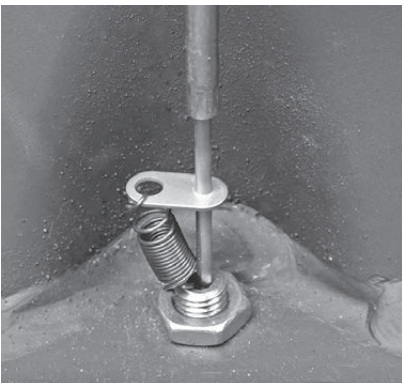
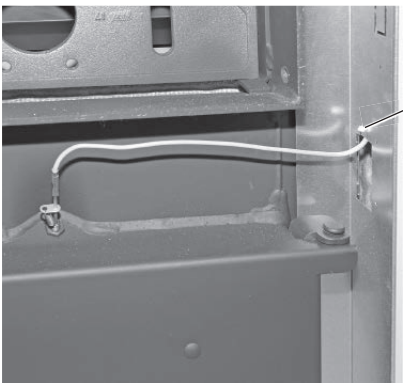

Fig. 51 Fissare la sonda Thermocontrol con la molla
Fig. 52 Tirare indietro il cavo e fissarlo con la fascetta per cavi
- Infilare la sonda davanti nel tubo protettivo sopra lo sportello cenere e agganciare la molla – Fig. 51, Fig. 52.
- Fissare il cavo della sonda Thermocontrol alla parete laterale con una fascetta per cavi – Fig. 52.